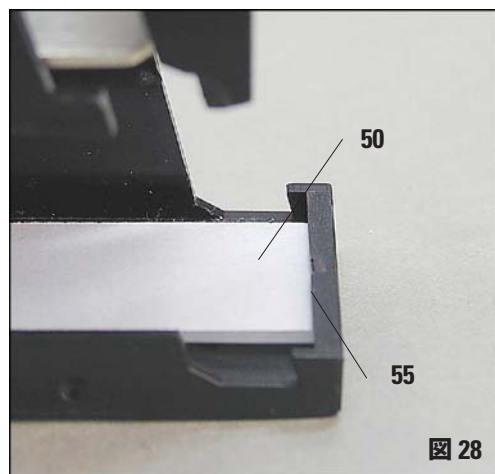

図 28
- 保護フィルムを剥がし、マガジン前部に中心が来るように、かつ、マガジン基部の下部 (55、図 28) にぴったりくっつくように、接着ストリップをマガジンに貼り付けます。